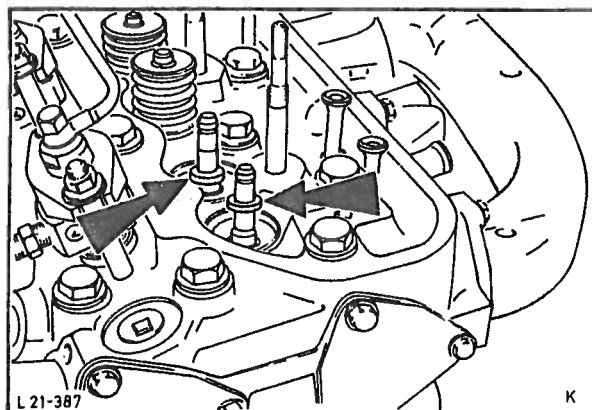

Fig. 143 Demontering av tetningsringer på ventilstammer.
4. Ta vekk ventiltallerknene og ventilfjærene. Bønd løs ventilstammens tetningsringer fra topplokket med en skrutrekker, fig. 143.